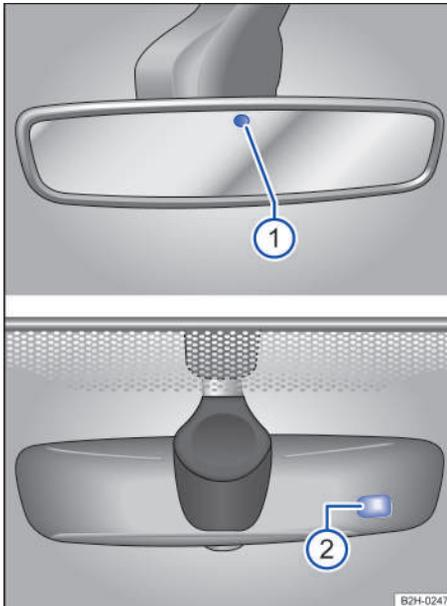

Fig. 80 En el parabrisas: retrovisor interior antideslumbrante automático.
Con el encendido conectado, los sensores miden la incidencia de la luz por detrás → **fig. 80** ① y por delante ②.